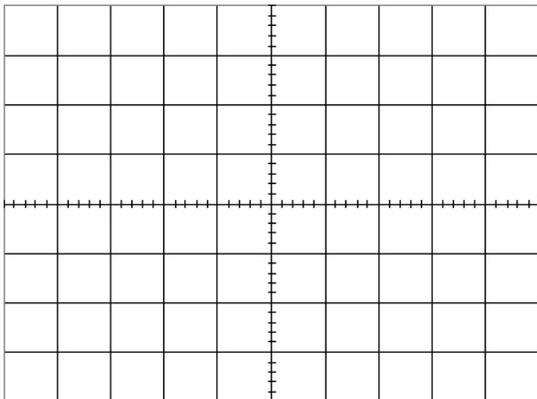

Figura 3. Quarto passo letra a.
- a) Obtenha uma onda triangular com $6V_{pp}$ e $15kHz$ e desenhe na figura 3 a forma de onda observada pelo osciloscópio.